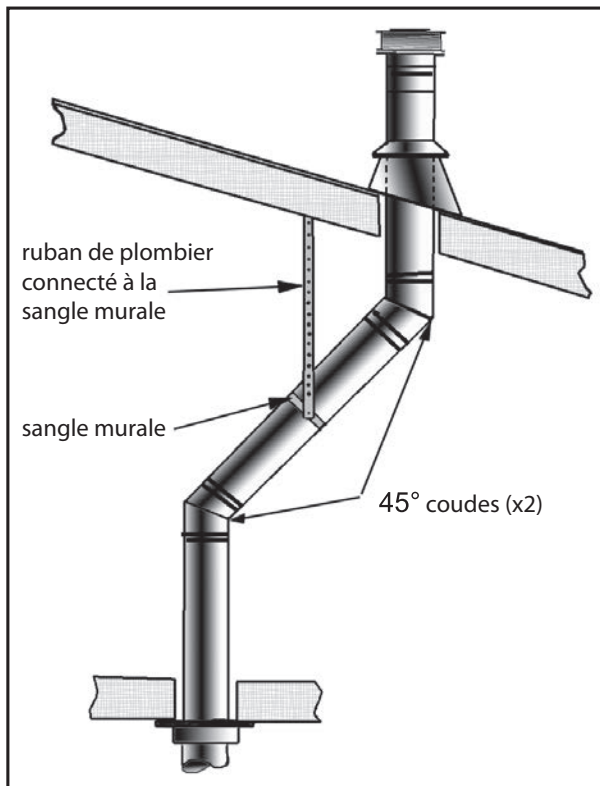
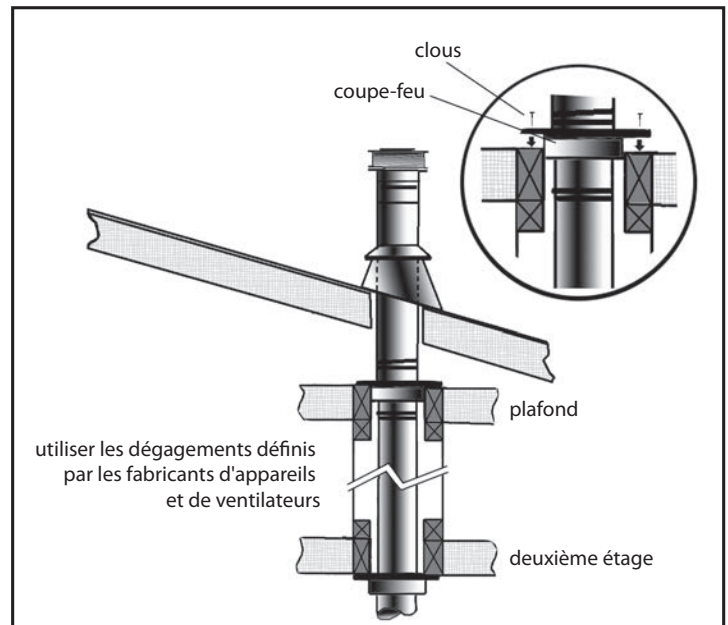

Figure 62: Utilisation de sangles murales
Figure 63: Installation de tuyaux de ventilation sur plusieurs étages
- (1) Si un décalage dans le grenier est nécessaire pour éviter les obstructions, il est important de soutenir le tuyau d'évent tous les 914 mm (3 pi) afin d'éviter toute contrainte excessive sur les coudes et une séparation éventuelle. Des sangles murales sont disponibles à cet effet (voir Figure 62).
- (2) Lorsque cela est possible, utilisez des coudes à 45 ° au lieu de 90 °. Le coude à 45 ° offre moins de restriction au flux de gaz de combustion et d'air d'admission.
- (3) Pour les installations à plusieurs étages; un coupe-feu de plafond est requis au deuxième étage et à tous les étages suivants (voir la Figure 63). L'ouverture doit être encadrée aux dimensions intérieures de 10 "(254 mm) x 10" (254 mm), de la même manière que celle illustrée à la Figure 51.